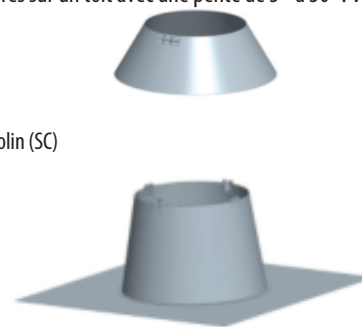

Figure 47 – Collet de Solin (SC)
Le collet de Solin (SC) est utilisé au-dessus du Solin pour protéger l'espace du solin avec la paroi et sceller le tout en protégeant aux intempéries tout en prenant soins de laisser un espace d'air de 1/4 "entre le collet de Solin et le haut du solin. Il doit être scellé avec le scellant pour joint extérieur (non inclus). Voir la figure 47.